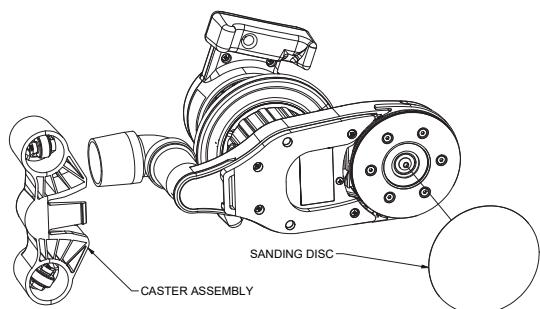

Figura 5
- 2 La máquina solo acepta discos abrasivos de velcro. Cuando instale un disco abrasivo, tenga cuidado de centrar el disco en el impulsor (Figura 5).